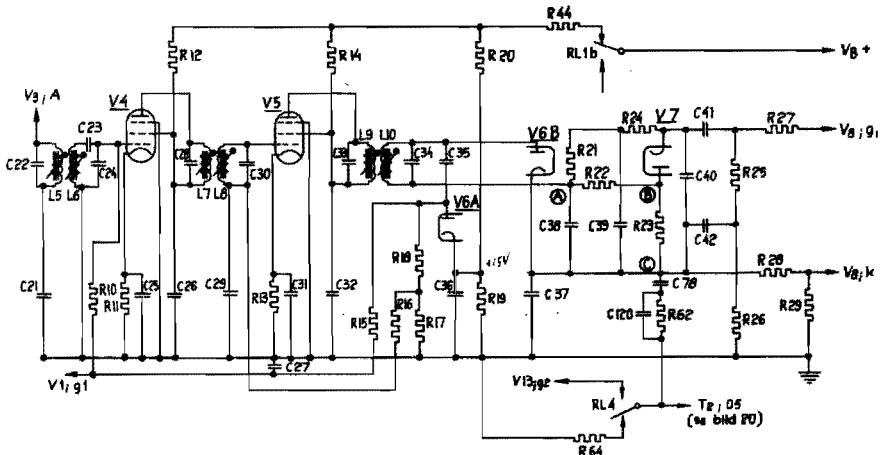

Bild 23. MF-steg, detektorsteg, aut först. reglering och stördämpare
Mellanfrekvenssignalen på 2,0 Mp/s förstärks i mellanfrekvensförstärkarrören V4 och V5, se bild 23. Samtliga mellanfrekvenstransformatorer är överkritiskt kopplade. Mellanfrekvenssignalen likriktas i dioden V6B. Moduleringsspänning erhålls över diodens seriekopplade belastningsmotstånd, R22 och R23, som är avkopplade för högfrekvens med kondensatorn C38.
Från sista mellanfrekvenstransformatorns sekundärkrets, se bild 23, leds mellanfrekvenssignalen genom kondensatorn C35 även till röret för den aut. först. regleringen, dioden V6A. Denna diods katod är ansluten till spänningsdelaren R19 - R20 mellan jord och +250 V, så att dess potential blir ca +15 V. Diodanoden är över de seriekopplade belastningsmotstånden R17 och R18 ansluten till jord. Likriktning sker därför först när mellanfrekvenssignalens toppamplitud överstiger katodförspänningens värde. Den automatiska förstärkningsregleringen är således fördröjd.
När detektordioden V6B, se bild 23, likriktar signaler blir punkten (A) negativ i förhållande till punkt (B). Spänningen mellan (A) och (C) är tre gånger så stor som spänningen mellan (B) och (C). Stördämparröret V7, som är av s k serietyp, har anoden ansluten till punkt (B) och katoden likströmsmässigt förbunden med punkt (A) genom motstånden R21 och R24.